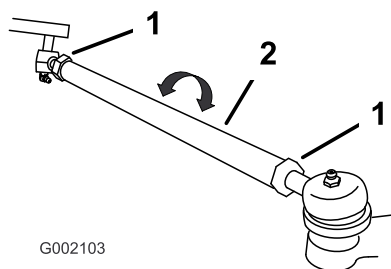

Figura 45
3. Si la medida no está dentro del intervalo especificado (consulte las dimensiones y los parámetros que figuran al principio de este procedimiento), afloje las contratruercas en ambos extremos de las bielaz (Figura 45).